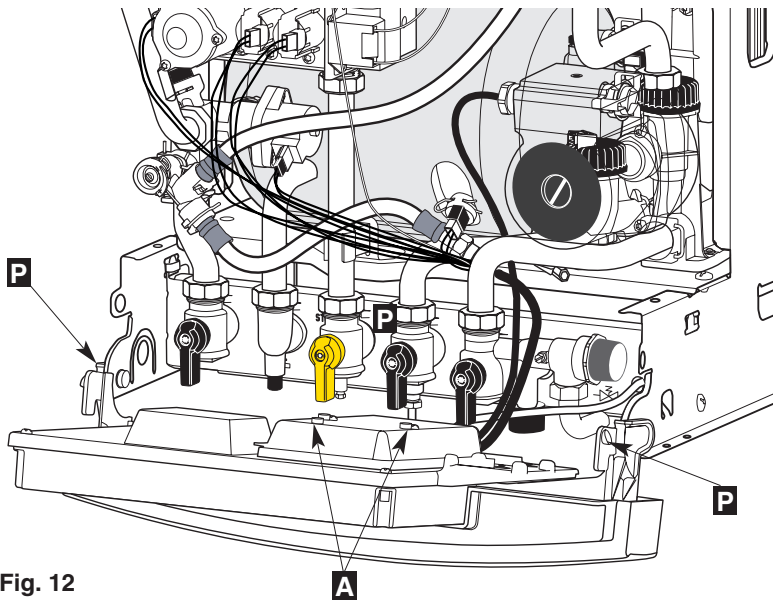

Fig. 12
- dévisser les deux vis **A** (fig.12) de fixation du capot de protection, ôter le capot.